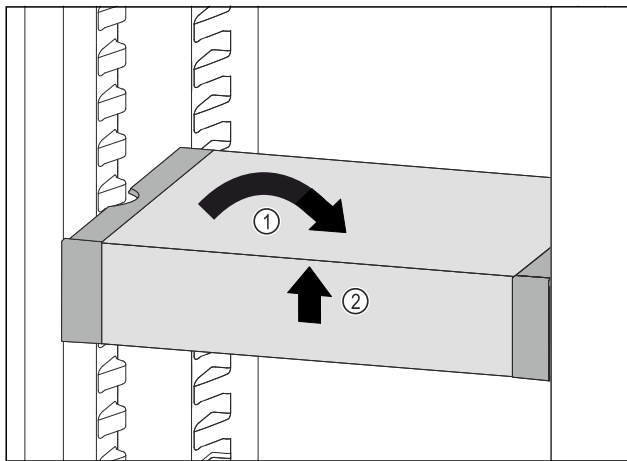

Fig. 168
- VarioSafe gerade stellen. Fig. 168 (1)
- VarioSafe vorne anheben. Fig. 168 (2)